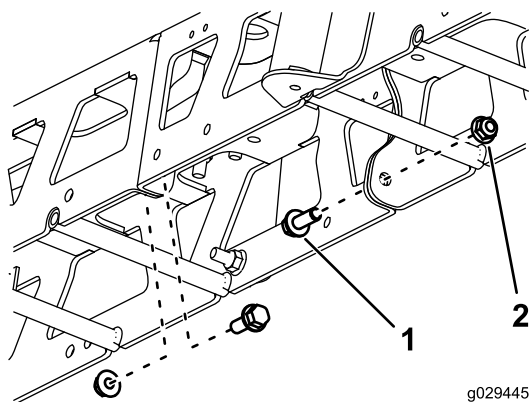

Figura 10
1. Retire y guarde los 2 pernos y las 2 tuercas, y separe las dos mitades del brazo central (Figura 10).